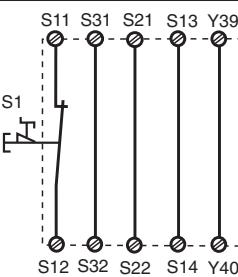
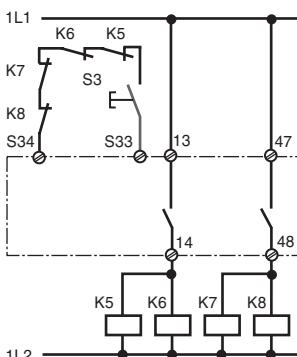

Fig. 2: Eingangskreis einkanalig, automatisches Start/Single-channel input circuit, automatic reset/Commande par 1 canal, validation automatique
Fig. 11: wie Fig. 10 mit überwachtem Start/connection for contactors/relays and monitored reset/comme Fig. 10 avec surveillance du poussoir de validation
In Fig. 2 ... Fig. 11 sind Anschlußbeispiele für NOT-AUS-Beschaltung mit automatischem und überwachtem Start, Schutztürsteuerungen sowie Kontaktvervielfachung durch externe Schütze.
- Fig. 2 und 7: **keine** Verbindung S33-S34
- Beachten Sie bei Fig. 2: Das Gerät startet bei Spannungsausfall und -wiederkehr automatisch. Verhindern Sie einen unerwarteten Wiederaufgang durch externe Schaltungsmaßnahmen.
In Fig. 2 ... Fig. 11 are connection examples for Emergency Stop wiring with automatic and monitored reset. Safety gate controls as well as contact expansion via external contactors.
- Fig. 2 and 7: S33-S34 **not** connected
- Please note for Fig. 2: the device starts automatically after loss of power. You should prevent an unintended start-up by using external circuitry measures.
Les figures 2 à 11 représentent les différents câblages possibles du PNOZ XV2 à savoir : poussoir AU avec réarmement automatique ou auto-contrôlé, interrupteurs de position et augmentation du nombre des contacts de sécurité par contacteurs externes.
- Fig. 2 et 7: **pas** de câblage sur S33-S34
- Dans le cas de la figure 2, l'appareil se réarme automatiquement après une coupure et une remise sous tension. Evitez tout risque de redémarrage par un câblage externe approprié.